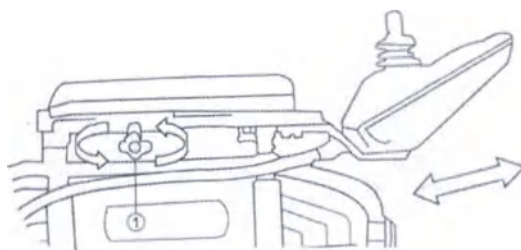

Рис.1.1
5.1.5 Установить пульт управления на консоль в удобное для пользователя положение и закрепить барашком. (Рис.1.1). Консоль имеет возможность регулирования в продольном и поперечном направлениях.